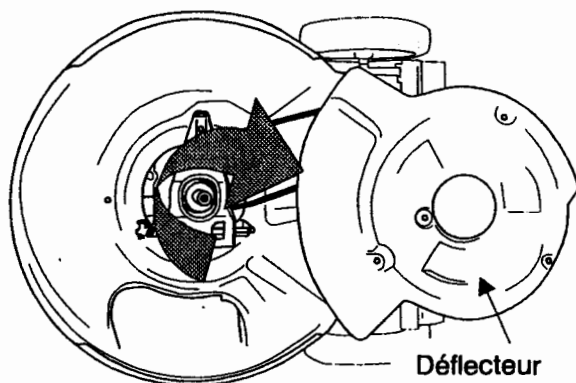

Figure 19
7. Faites pivoter le déflecteur vers l'arrière de la tondeuse. Voir la figure 19.